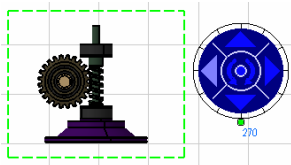

图 6-101
- 单击向右或向左箭头以分别可视化右侧或左侧，如图 6-101 所示。